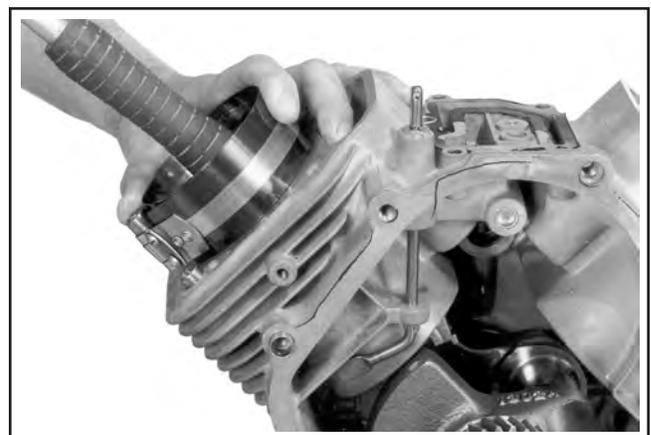

Abbildung 11-9. Installation der Pleuelstange unter Verwendung eines Pleuelstangenkompressorwerkzeugs.
4. Sicherstellen, dass die Pleuelstange "Fly" auf dem Pleuelstange in Richtung Pleuelstange zeigt. Mit einem Pleuelstange den Pleuelstange leicht in den Pleuelstange klopfen, wie in Abbildung 11-9 gezeigt. Sicherstellen, dass die Pleuelstange nicht zwischen dem Pleuelstange des Pleuelstangenkompressors und dem Pleuelstange des Pleuelstangen herauspringen.